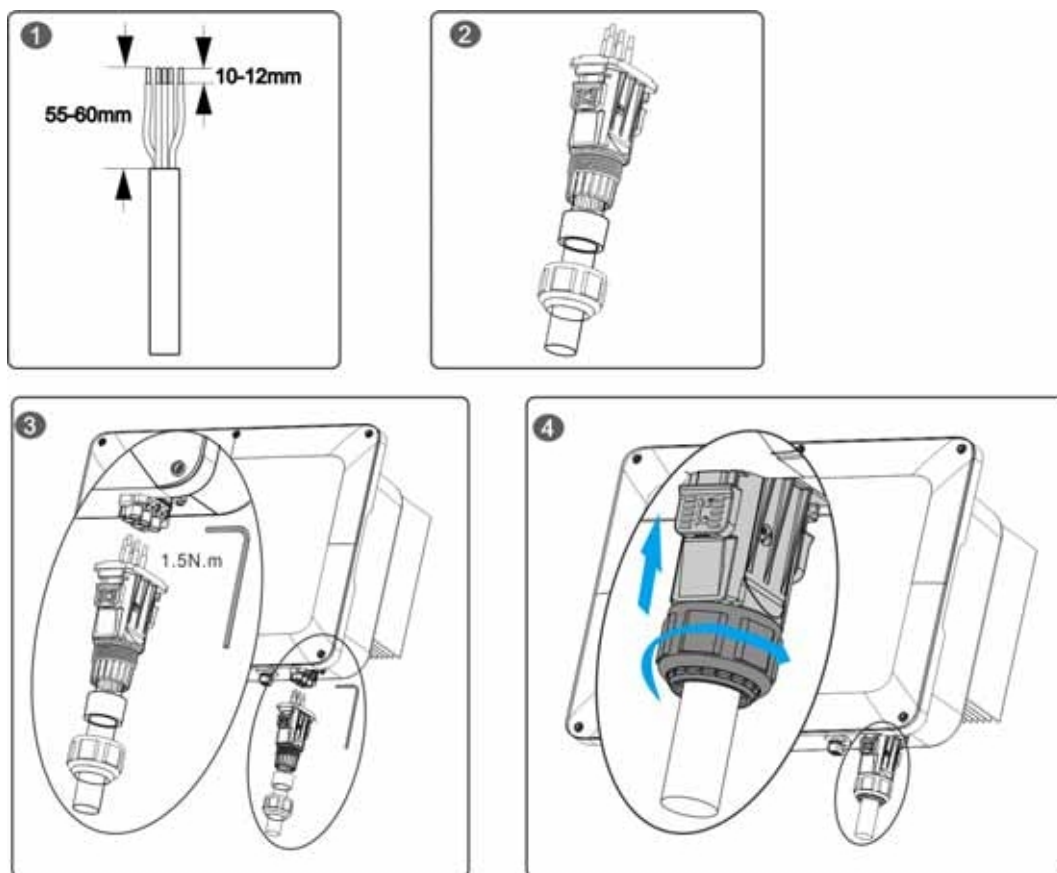

Figura 3-2 Schema di installazione del cavo CA
- (1) Realizzare un cavo CA e spellarlo come mostrato al punto 01 della Figura 3-2.
- (2) I cavi CA vengono inseriti nei connettori CA in sequenza.
- (3) Utilizzare una chiave esagonale per fissare il cavo CA; la coppia di serraggio consigliata è di 1,5 N·m.
- (4) Inserire il connettore CA e tirare verso il basso la linguetta per bloccarlo (come mostrato al punto 04).